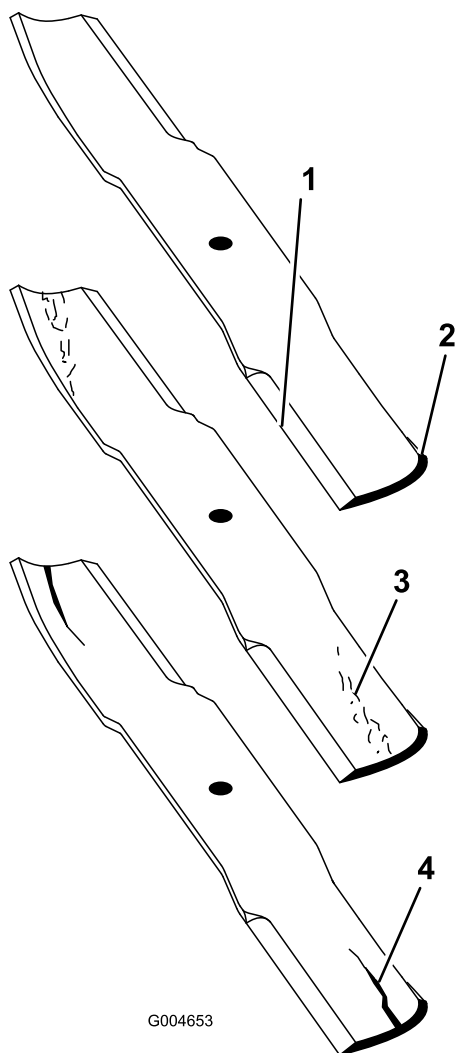

Figura 125
2. Examine cuidadosamente los extremos de corte de la cuchilla, sobre todo en el punto de reunión entre la parte plana y la parte curva de la cuchilla (Figura 125).
Nota: Puesto que la arena y cualquier material abrasivo pueden desgastar el metal que conecta las partes curva y plana de la cuchilla, compruebe la cuchilla antes de utilizar el cortacésped. Si se aprecia desgaste (Figura 125), cambie la cuchilla.